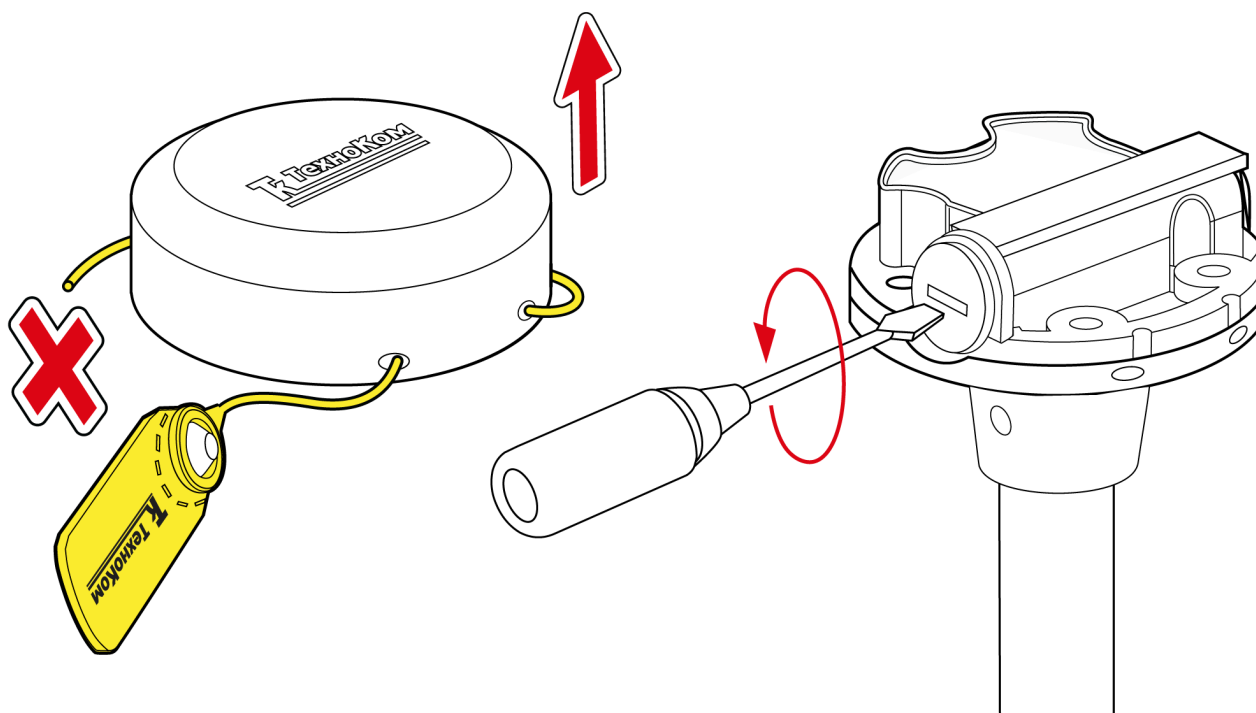

Рис.26. Подготовка к замене батареи.
1. Удалить пластиковую пломбу ФАСТ 330 и снять защитную крышку с корпуса устройства (**Рис.26**).
2. Отверткой с шириной шлица 6 мм открутить резьбовую заглушку из корпуса устройства и аккуратно извлечь батарею. Чтобы облегчить извлечение следует слегка наклонить резьбовую заглушку и таким образом зацепить батарею (**Рис.26**).